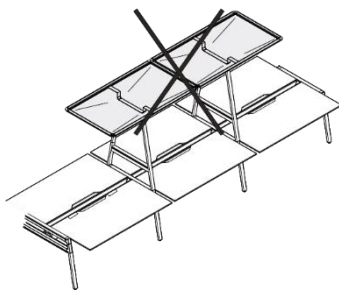

Figura 31 Baldaqún, montaje no admisible
- Dos baldaqúnes juntos sobre mesas con un ancho de 1400 mm (véase Figura 31).